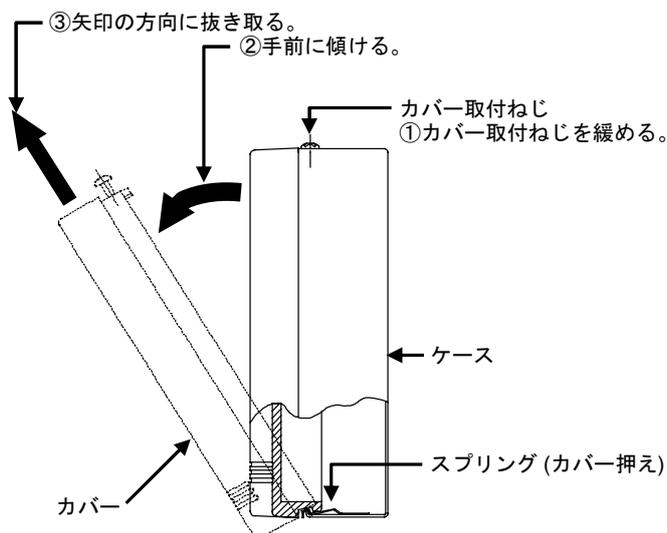

図5 カバーの着脱
- (2) プラスドライバを使用し、カバー上面にある取付ねじを少し緩め、カバーを取り外します(図5参照)。
- (2) 取付機器が調節器の場合には、機器の説明書にしたがって設定を行ってください。
- (3) ケースにカバーをかぶせ、カバー取付ねじを締め、組み付けが完了です(図5と逆の手順)。